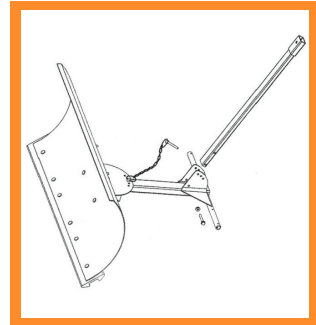

Figura. 2
3. Per fissare la parte inferiore del manico (parte G), utilizzare l'altro bullone della flangia M6 x 35 e inserirlo nel foro inferiore. Fissare con un bullone, una rondella e una rondella elastica (Figura 2).